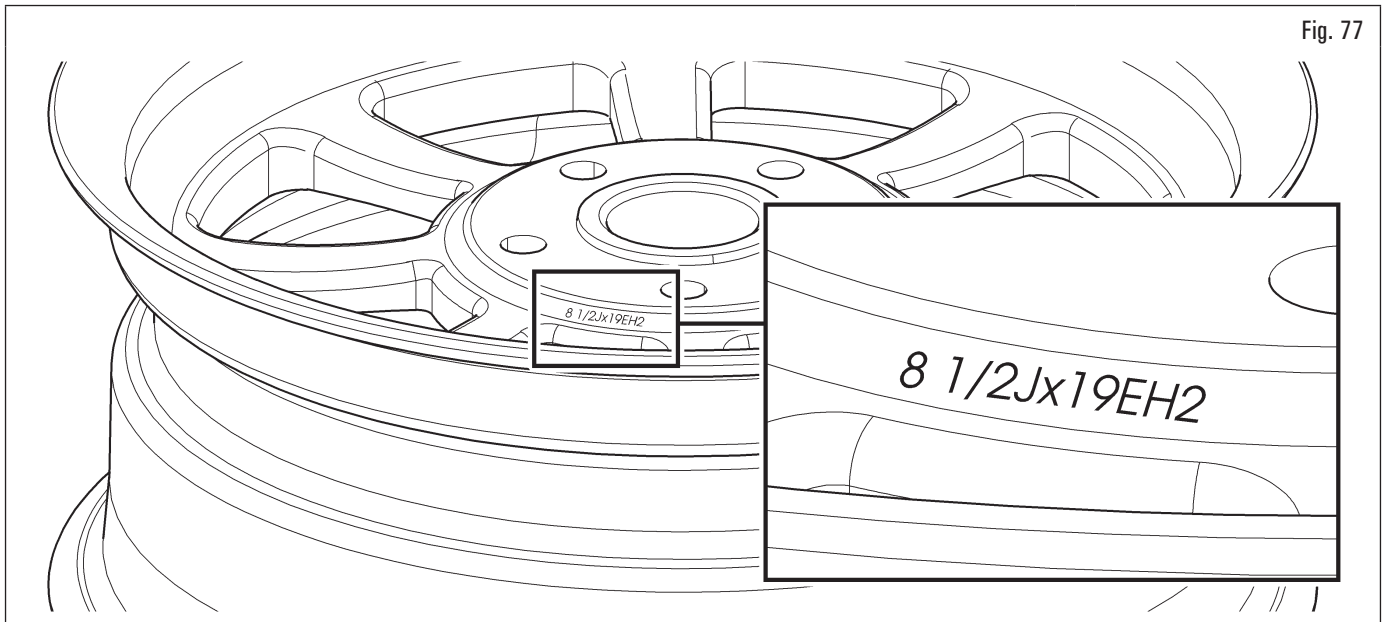

Fig. 77
- Verificar las dimensiones de la llanta y del neumático (Fig. 77) y el tipo de sensor de presión, si lo hay.